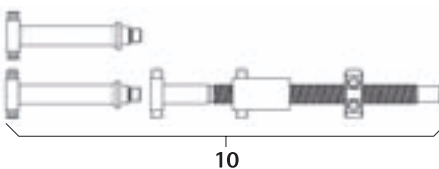

Fig. 16
- Montera spindeldistraktor **10**, se Fig. 16.